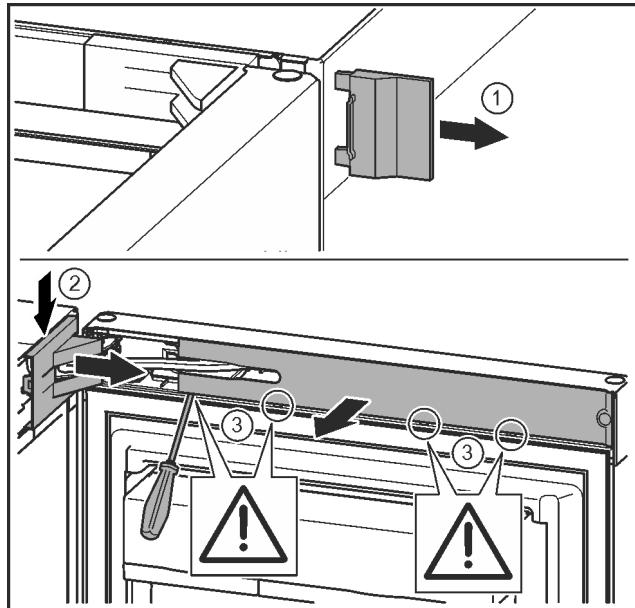

Fig. 7
- ▶ 取下外盖。Fig. 7(1)
- ▶ 拆卸并松开托架盖。取下托架盖。Fig. 7(2)
- ▶ 使用带槽螺丝刀松开隔板并把它转到一边。Fig. 7(3)